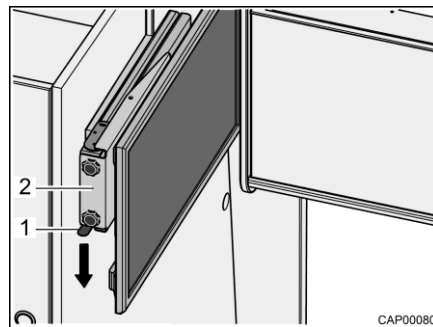

Fig. 30 Dispositivo de extracción con pantalla plana
- Presionar el resorte de cierre (Fig. 30,1) hacia abajo y extraer el dispositivo de extracción (Fig. 30,2) con pantalla plana horizontalmente hacia el centro del vehículo.
- Empujar el dispositivo de extracción (Fig. 30,2) con pantalla plana horizontalmente hasta el tope. El resorte de cierre (Fig. 30,1) engatillará automáticamente.